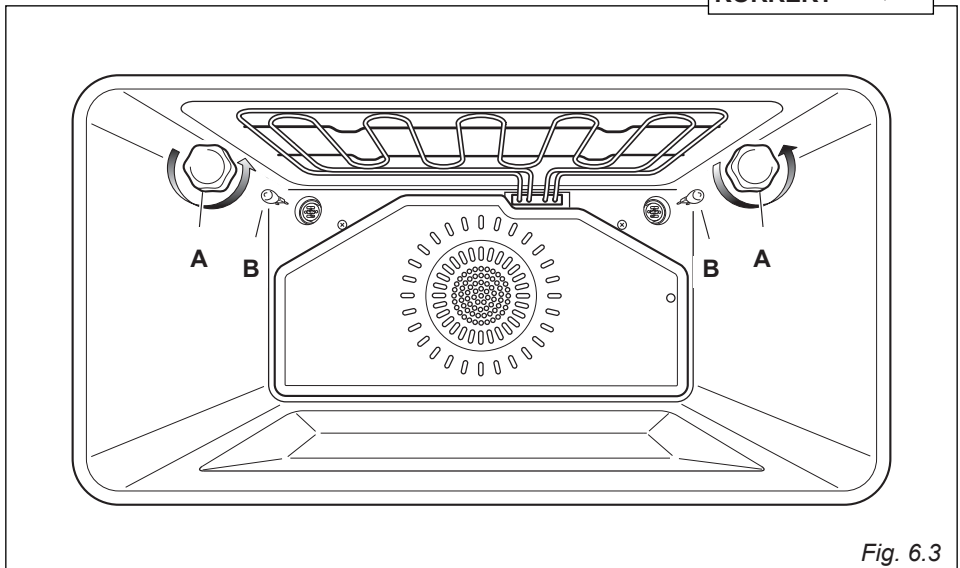

Fig. 6.3
- Avlägsna lampskyddet "A" (Fig. 6.3).